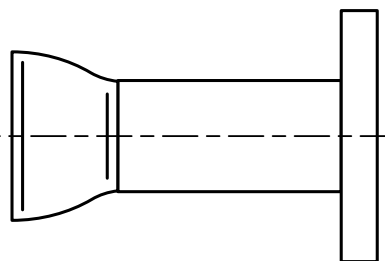

Рис.4
- б) если необходимо использование переходов, к противоположным концам отрезков труб приварить переходы (рис.4);